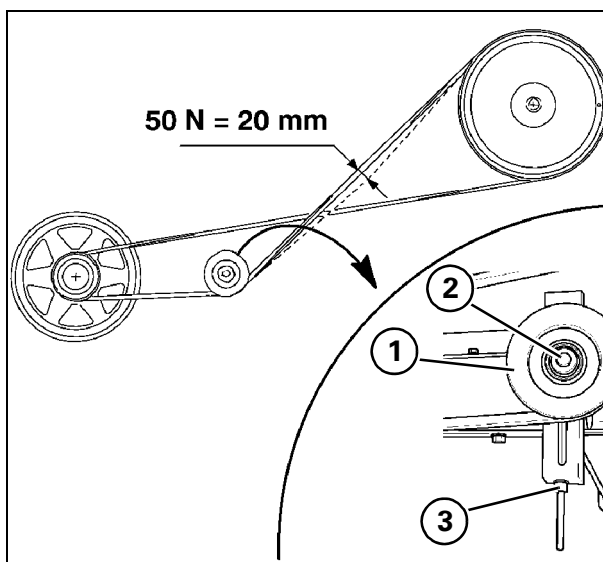

Рис. 15
11. ПРИВОДНОЙ РЕМЕНЬ КЛАВИШНОГО СОЛОМОТРЯСА - Рис. 15